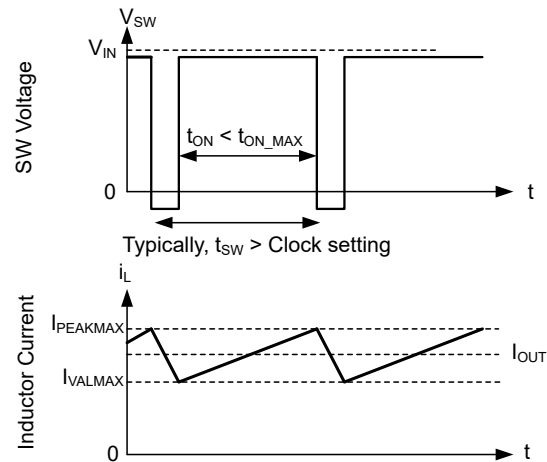

図 7-12. 電流制限波形
ローサイド (LS) スイッチがオンになると、スイッチを流れる電流も検出され、監視されます。ハイサイド デバイスと同様にローサイド デバイスは、内部誤差アンプルーブによって制御されるターンオフ限界値を持っています。ローサイド デバイスの場合、発振器が正常に新しいスイッチング サイクルを開始したとしても、電流がこの値を超えるとターンオフは禁止されます。また、ハイサイド デバイスと同様に、ターンオフ電流に許容される高さに限界があります。この制限をローサイド電流制限と呼び、図 7-12 では I_{VALMAX} です。LS 電流制限を超えた場合、LS MOSFET はオン状態を維持し、HS スイッチ